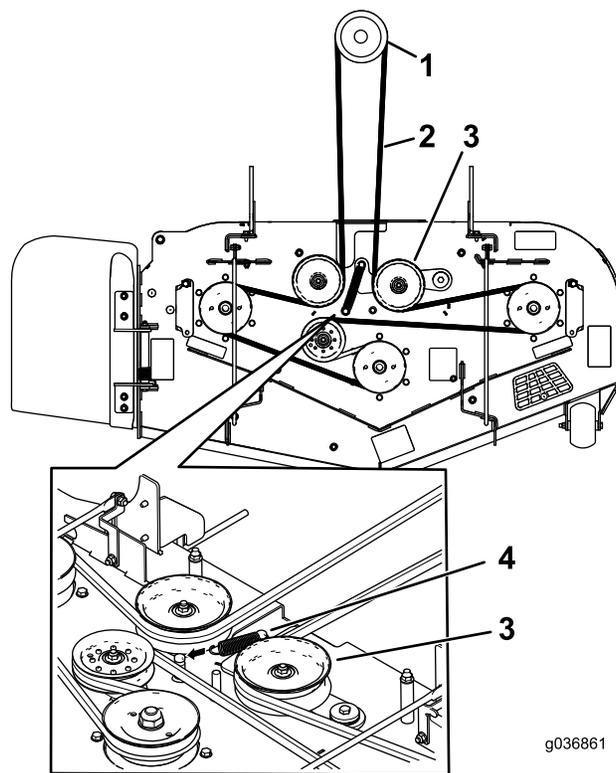
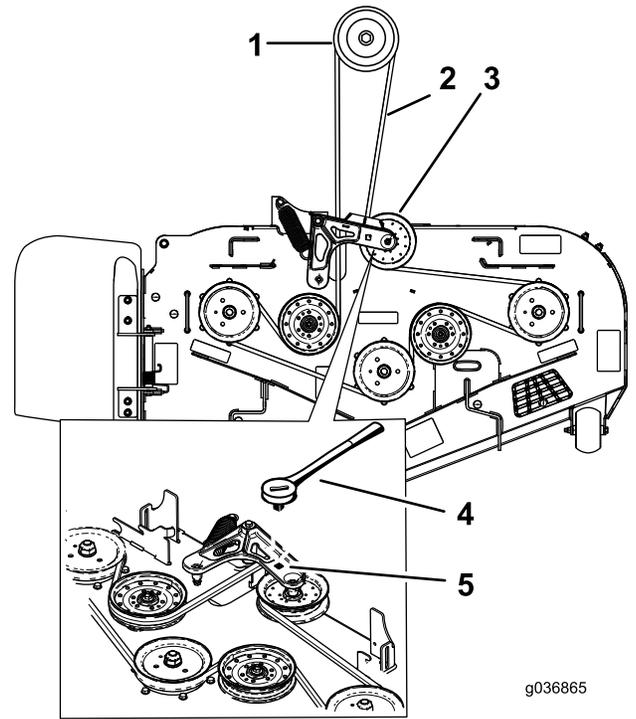

Figure 84
Figure 86
5. Détachez le ressort de la poulie de tension à ressort. Voir Figure 84 ou Figure 86.
Remarque: Pour les tabliers de coupe des tondeuses 2500 Series, insérez un rochet dans le trou carré du bras de tension pour détendre le ressort de la poulie de tension (Figure 86).
7. Acheminez la courroie neuve autour des poulies du tablier de coupe et de la poulie d'embrayage, sous le moteur (Figure 84 ou Figure 86).
8. Montez le ressort de la poulie de tension (Figure 84 ou Figure 86).